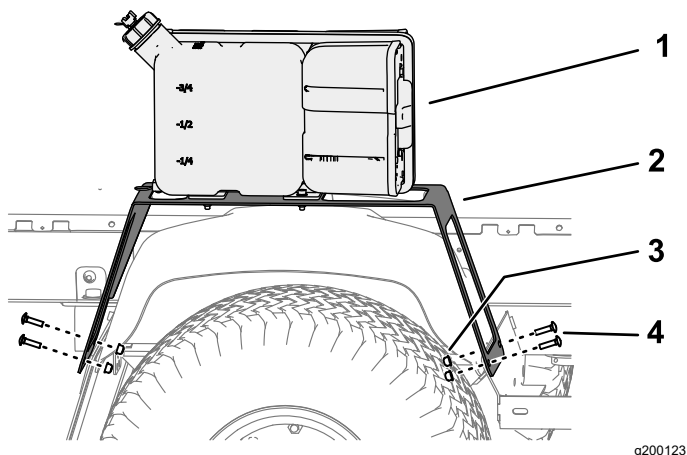

Bild 6
3. Fluchten Sie die Löcher im vorderen Abschnitt der Stützhalterung mit den Löchern in der Kotflügelhalterung und dem Kotflügel aus (**Bild 6**).
Kotflügelhalterung und am Kotflügel, wie in **Bild 6** abgebildet.
5. Fluchten Sie die Löcher im hinteren Abschnitt der Stützhalterung mit den Löchern im Schmutzfänger, in der Kotflügelhalterung und im Kotflügel aus (**Bild 6**).
6. Befestigen Sie die Stützhalterung mit zwei Schlossschrauben (5/16" x 1 1/4") und zwei Sicherungsbundmutter (5/16") am Schmutzfänger, an der Kotflügelhalterung und am Kotflügel, wie in **Bild 6** abgebildet.